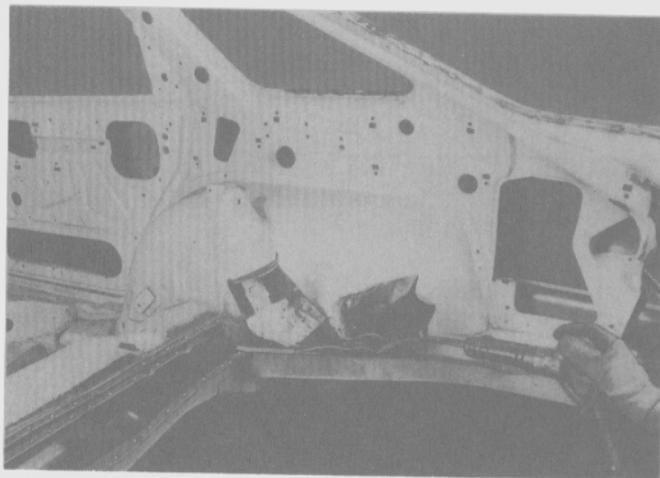

Fig. 296
- Retirar el resto del panel del piso de las pestañas soldadas por puntos en el larguero derecho (Fig. 296).